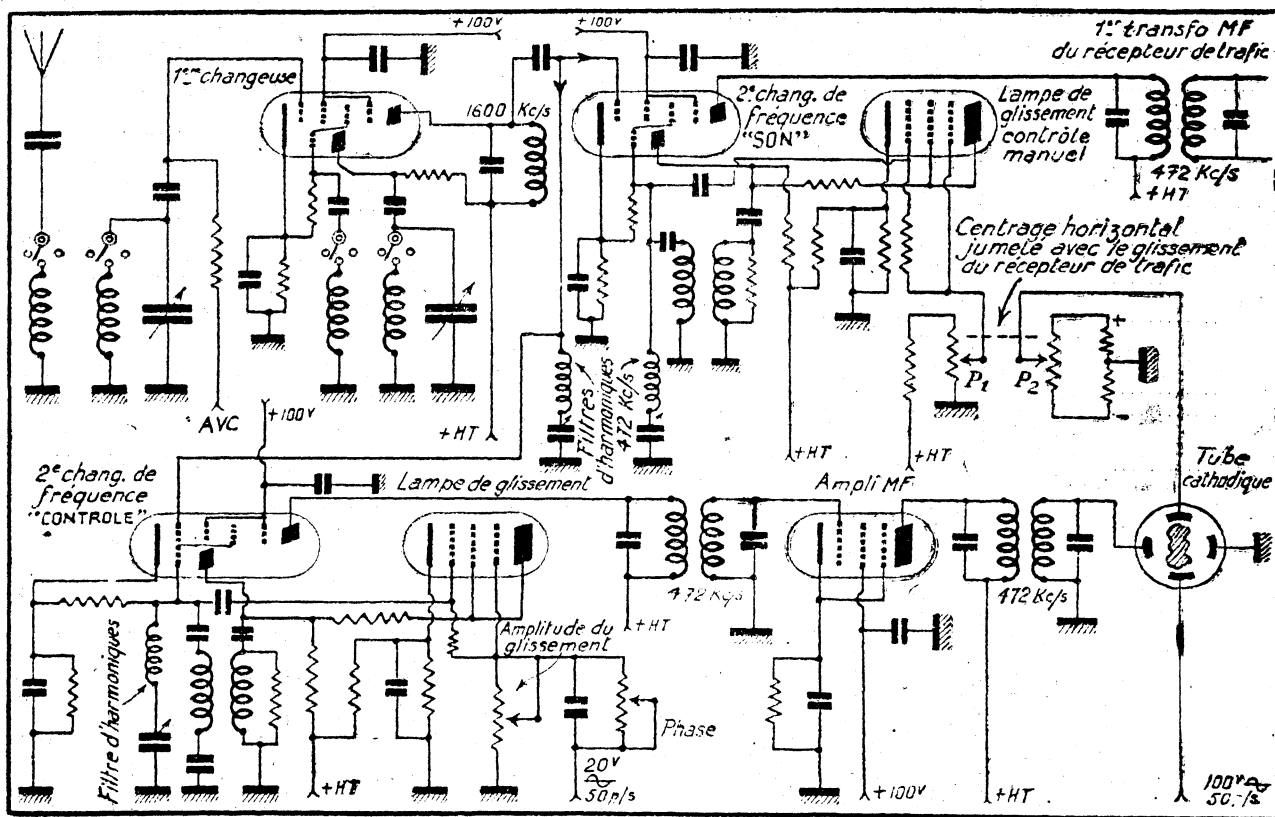
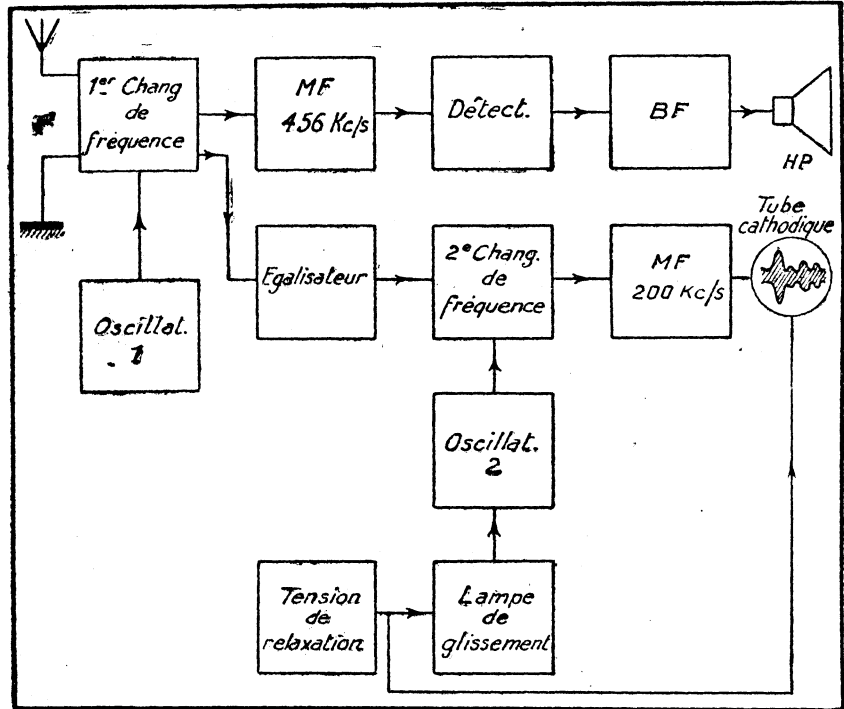

Figure 9
Figure 10
récepteurs de l'U.S. Army (figure 9), le second, réalisé par la société française S.I.R. (figures 10 et 11). Ensuite, nous détaillerons une maquette d'adaptateur panoramique permettant de transformer tout récepteur de
A) Dans le montage de la figure 9, un premier changement de fréquence est mis en œuvre et fournit une fréquence intermédiaire de 456 kc/s que l'on amplifie en M.F., détecte et amplifie en B.F., suivant le mode classique (partie récepteur de trafic proprement dit).
B) Voyons maintenant le procédé (1) utilisé par la Société Française S.I.R. ; les schémas de principe communiqués par cette firme sont donnés sur les figures 10 et 11.